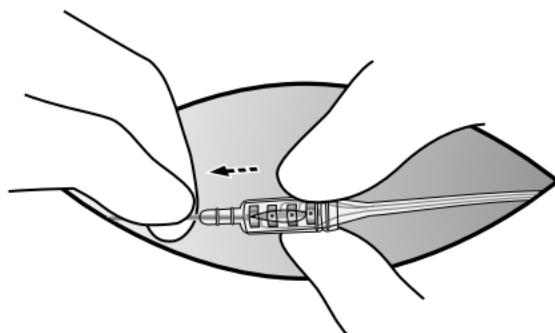

Figura 18. Rimozione dell'elettrocattetere dal blocco connettore a viti di arresto.
7. Stabilizzare l'elettrocattetere ed estrarlo delicatamente dal blocco connettore a viti di arresto (Figura 18).